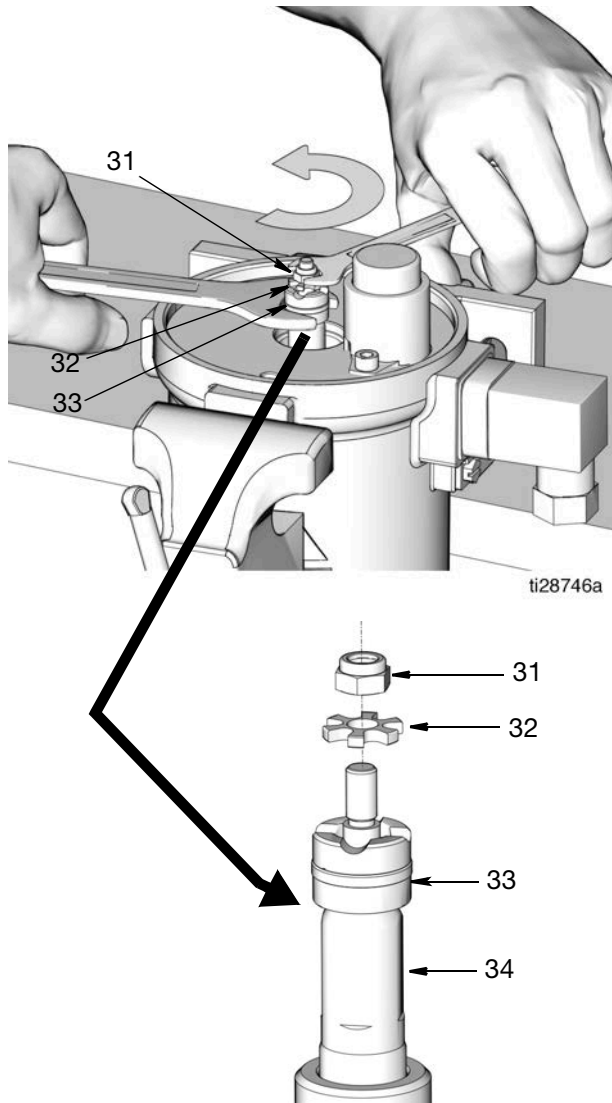

图 19
15. 泵活塞子组件 (33)
将扳手固定在活塞杆 (34) 的平面上。使用第二把扳手从活塞顶部拆下防松螺母 (31) 和星形垫圈 (32) (图 19)。取下防松螺母和星形垫圈。妥善保管这些零配件, 以备重新装配。